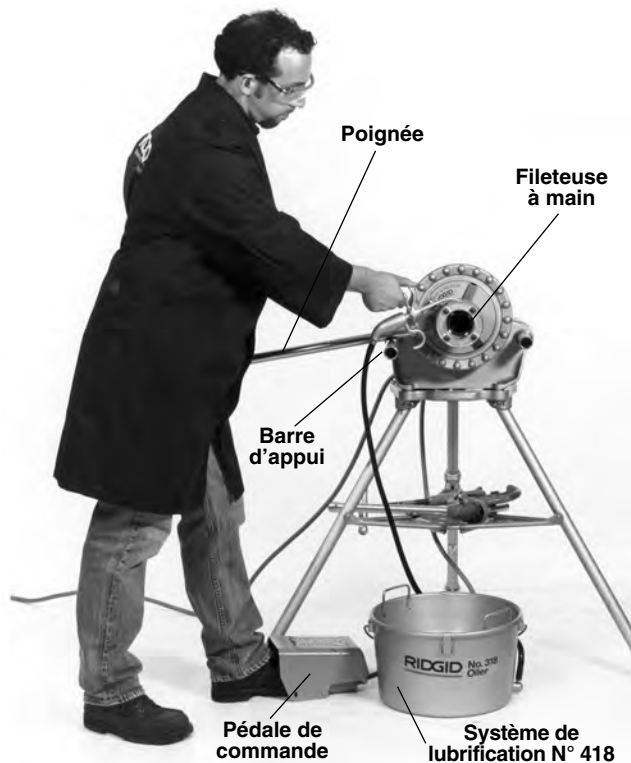

Figure 8 – Filetage à l'aide d'une fileteuse à main
- Positionnez la pédale de commande de manière à pour contrôler l'appareil, ses outils et le tuyau en toute sécurité. Comme indiqué à la (*Figure 8*), la pédale doit permettre à son utilisateur de:
3. Tenez-vous en position de travail appropriée (*Figure 8*). Cela vous permettra de maintenir votre équilibre et de contrôler l'appareil et les outils en toute sécurité.
9. Retirez votre main droite de la tête de filière et lubrifiez copieusement le tuyau d'huile pendant l'opération de filetage (Figure 8).